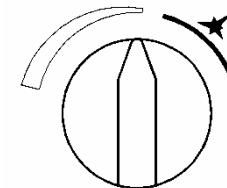
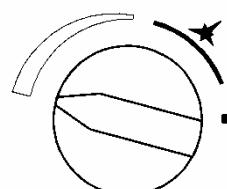

Рисунок 12. «Малое пламя»
Рисунок 13. «Большое пламя»
- повернуть ручку 4 против часовой стрелки в положение между «Малым пламенем» (рис. 12) и «Большим пламенем» (рис. 13), при этом горелка запальная должна продолжать гореть;
1. Изменением ручкой 4 (рис. 1) расхода газа, поступающего на основную горелку (между положениями «Малое пламя» и «Большое пламя», рис. 12 и 13). Поворот ручки 4 против часовой стрелки увеличивает расход газа и температуру воды, поворот ручки 4 по часовой стрелке уменьшает расход газа и температуру воды.